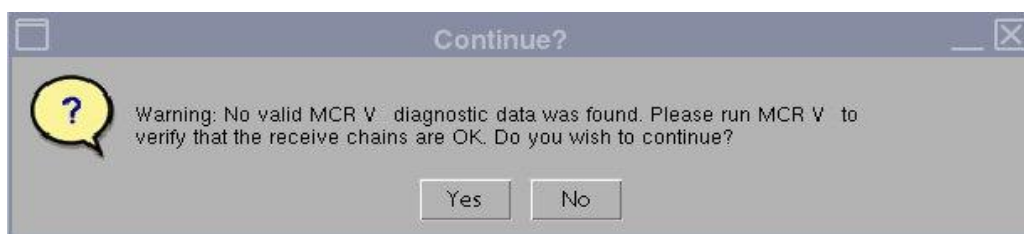

图 2
**注意：**如果弹出 "No valid MCR-V (or MCR2/3)"（无有效的 MCR-V（或 MCR2/3））警告消息（图 2），选择 [Yes]（是）并继续测试。将系统交给客户之前，必须运行 MCR-V 诊断。